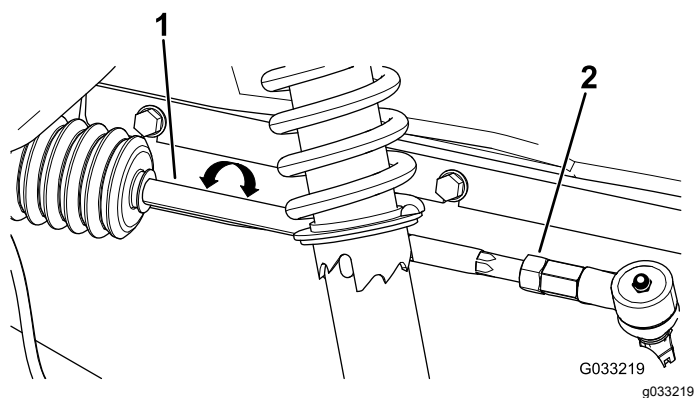

Figure 54
2. Si la mesure n'est pas comprise entre 0 et 6 mm (0 et 1/4 po), desserrez les écrous de blocage aux extrémités extérieures des biellettes (Figure 54).